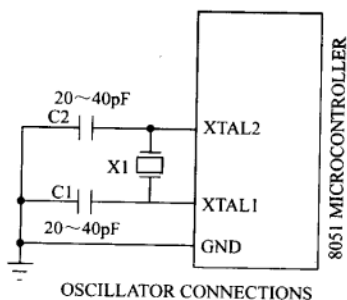

图 7-5 石英振荡器连接电路
(5) RST: 系统的 RESET 输入引脚, 当 RST 是 1 时, 会强迫所有的 I/O 输出都变成 1, 系统 RESET 的时间要持续两个机器周期以上才有效。
(6) XTAL1: 石英晶体的输入端, 它接到 AT89C2051 内部的反向振荡放大器的输入端。
(7) XTAL2: AT89C2051 内部的反向振荡放大器的输出, 图 7-5 是 ATMEL 建议的石英